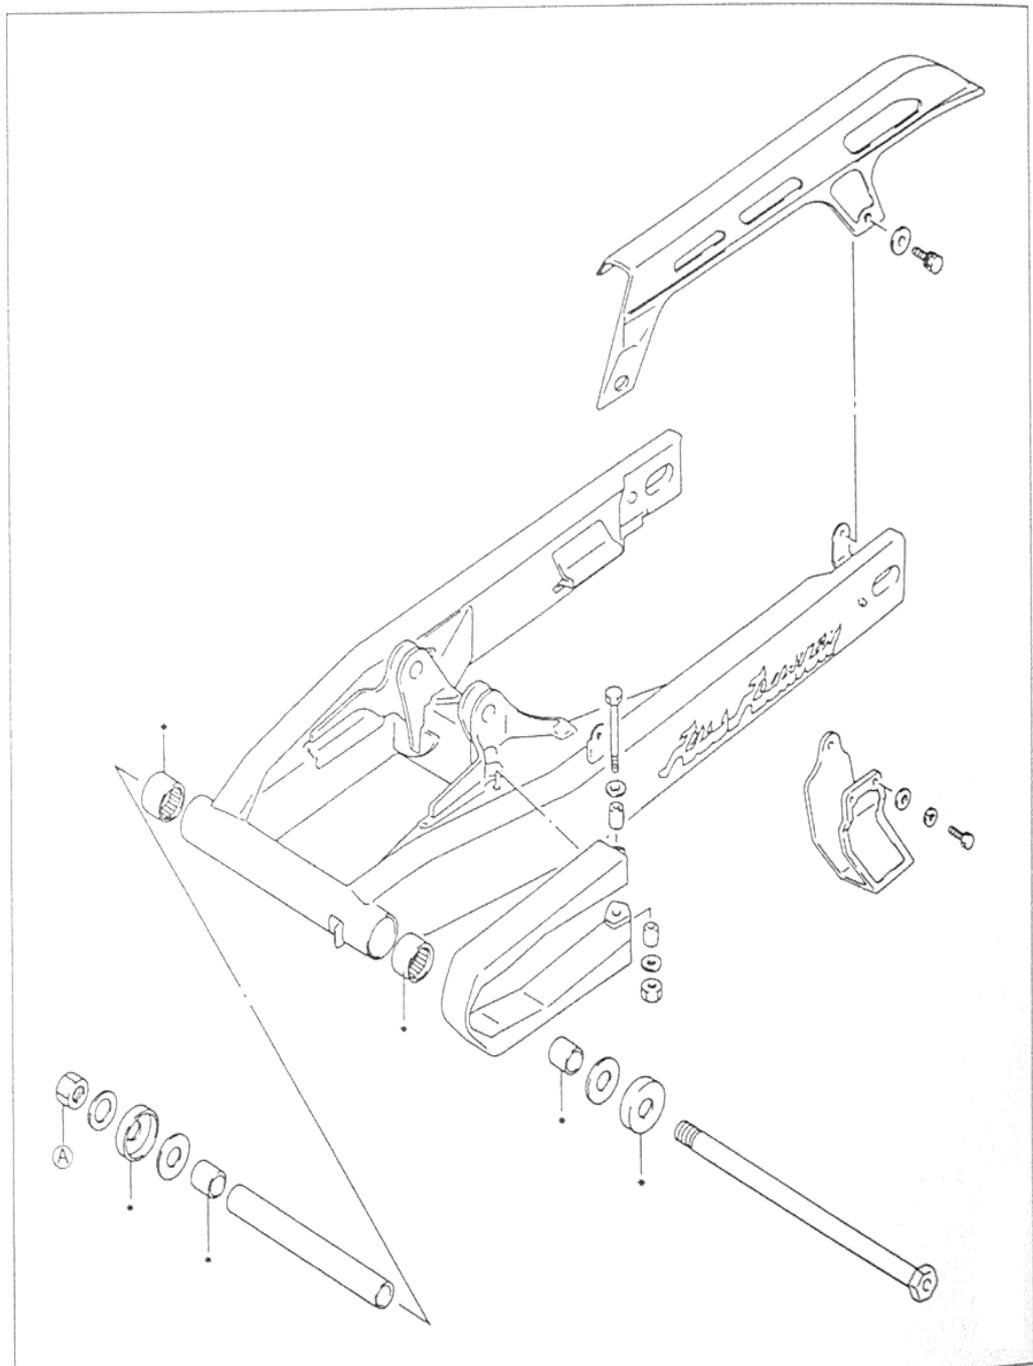

Bild 208
- Schwinge (Bild 208) mit vormontierter Hebeleier und aufgelegter Kette (falls Endloskette montiert)
- Schwingachse von links einführen und Mutter anziehen Bild 208 (55 – 85 Nm).